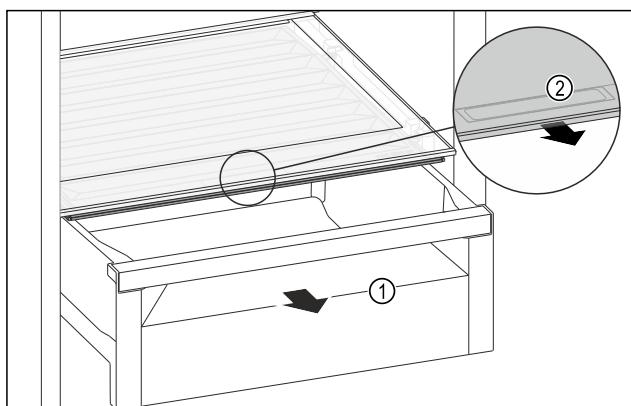

Fig. 137
- Izvucite ladicu Fig. 137 (1).
- Primitte ručku Fig. 137 (2) na poklopcu pretinca i istodobno povucite poklopac pretinca prema naprijed.